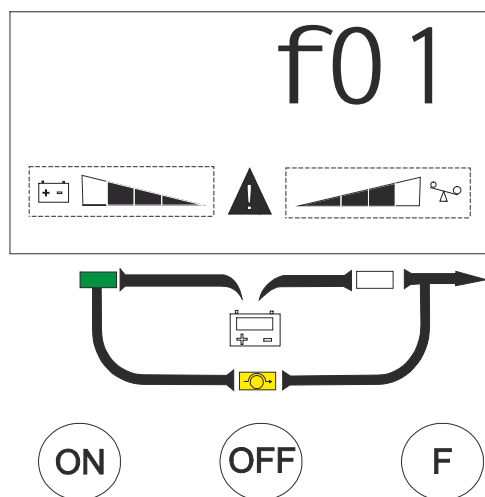

FIGURA 14
Caso ocorra uma falha no UPS, este entrará em modo de operação de falha, neste momento, o ícone de advertência aparece no visor, o buzzer emite sinais sonoros contínuos e o display mostra o código de falha ocorrido (consulte o item 12), o exemplo da exibição que aparece no display é mostrado na figura 14, o usuário pode trocar a visualização do display pressionando o botão "F". (OBS.: O UPS continua operando em modo falha).